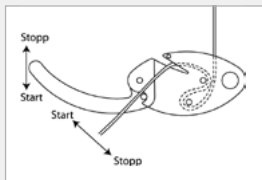

Fig 3
7. Farten på nedfiringen reguleres med en hånd på håndtaket og en hånd på tauenden som går inn i slissen (fig 3 og 4). Start med tauet på skrått ut av slissen. Ved å dra i håndtaket begynner nedfiringen. Ved å bevege håndtaket oppover eller slippe, vil nedfiringen stoppe. Ekstra friksjon tilføres ved å bevege tauet inn i den smaleste delen av slissen. Ha alltid en hånd på tauenden som går inn i slissen for å kontrollere nedfiringen og for å kunne tilføre ekstra bremseeffekt;